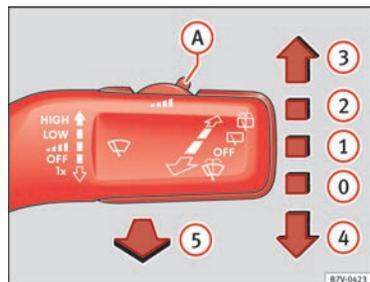

Fig. 65 Manejo del limpiaparabrisas.
| ① |             | Barrido a intervalos para el limpiaparabrisas. Con el mando ⇒ fig. 65 A ajuste los niveles de intervalo (en vehículos sin sensor de lluvia), o bien la sensibilidad del sensor de lluvia. |
- Presione la palanca del limpiaparabrisas brevemente hacia abajo ⇒ fig. 65 ④.